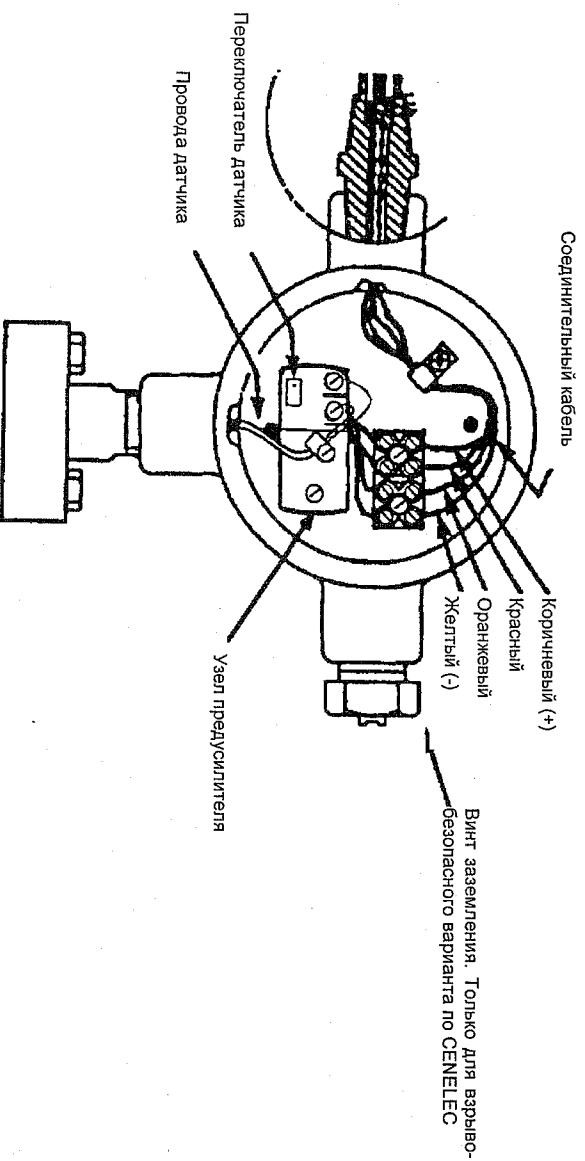
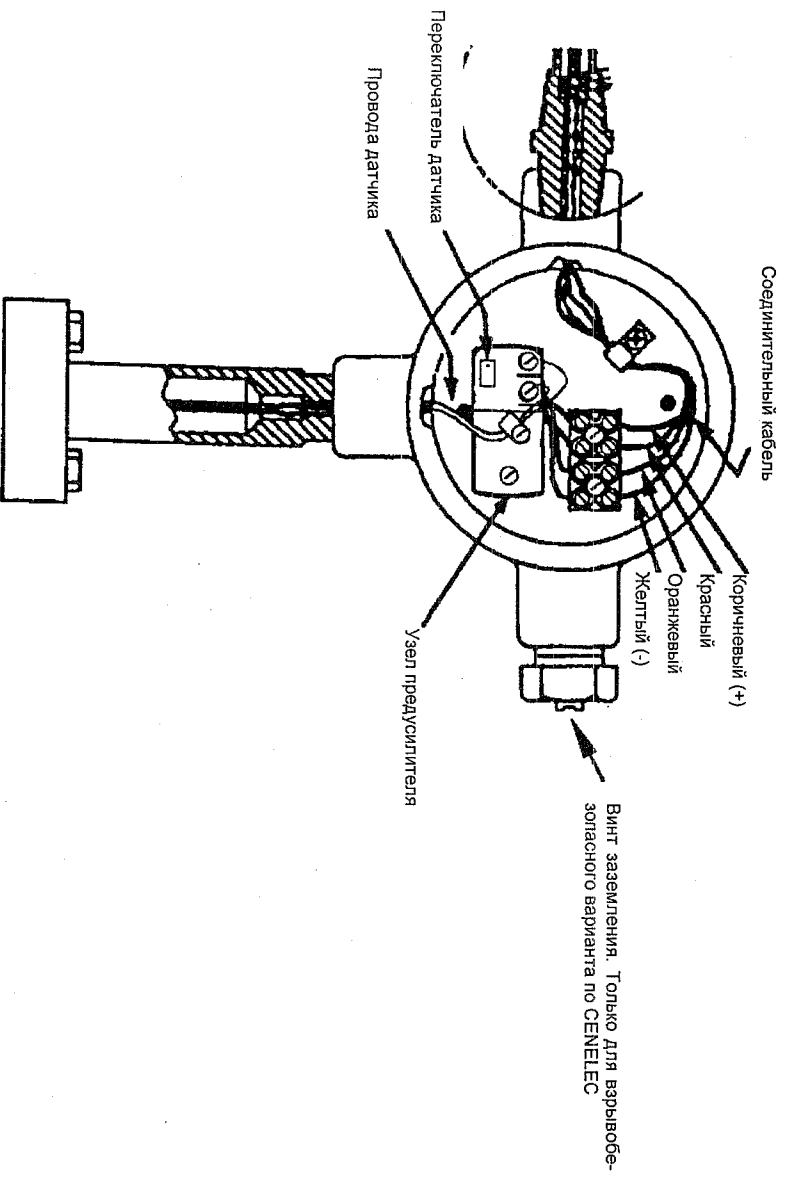

Рис. 34. Распределительная коробка расходомера со стандартным температурным диапазоном
Рис. 35. Распределительная коробка расходомера с расширенным температурным диапазоном
- Датчик со стандартным температурным диапазоном:* Освободите кабельный зажим. Отсоедините желтый и коричневый провода датчика от клеммной колодки. См. рис. 34.
- Датчик с расширенным температурным диапазоном:* Отсоедините желтый и коричневый провода датчика от клеммной колодки на преусилителе. См. рис. 35. (В случае расходомеров во взрывобезопасном исполнении SENELES снимите экран преусилителя, а затем отсоедините провода датчика от преусилителя).
7. Подсоедините провода датчика к зажимам с цветовой маркировкой как показано на рис. 34 для датчика со стандартным температурным диапазоном и на рис. 35 для датчика с расширенным температурным диапазоном.